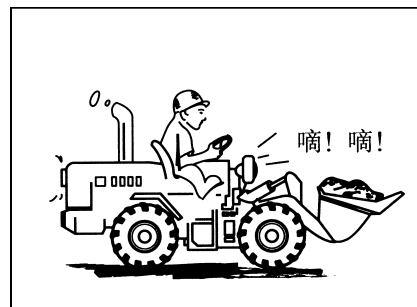

Рис. 1-59
- Напомните всем рабочим со сторон и проезжему персоналу так, чтобы они обращали внимание и покидали (рис. 1-59).